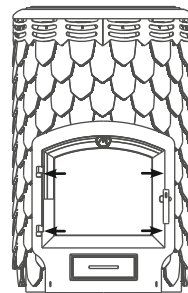

Рисунок 3. Места установки винтов
1. открутить винты 4 шт., которыми прикрепляется рамка с дверцей к топливному каналу, и снять ее (см. рисунок 3);